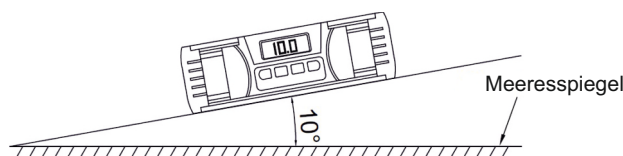

Abb. 4
- » Stellen Sie das Gerät auf die zu messende Oberfläche. Der Messwert zeigt die Höhe der Oberfläche an (Abb. 4).